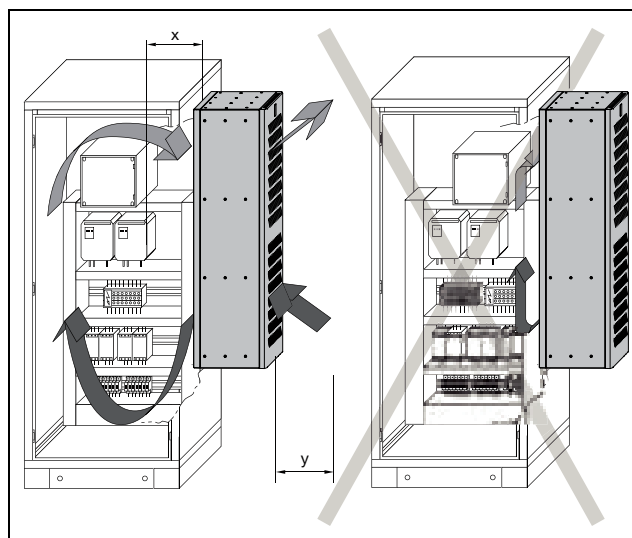

Fig. 6 : circulation de l'air dans l'armoire électrique
- Le lieu d'implantation du climatiseur doit être choisi de manière à garantir une parfaite aération et ventilation (distance minimale de 200 mm entre deux climatiseurs, distance par rapport au mur → voir distance « y » dans la figure 6 et le tableau 2).
- Vérifiez l'écartement « x » (fig. 6) entre le climatiseur et les premiers composants électriques et électroniques ou autres appareillages de manière à ce que la circulation de l'air puisse s'effectuer sans entrave.